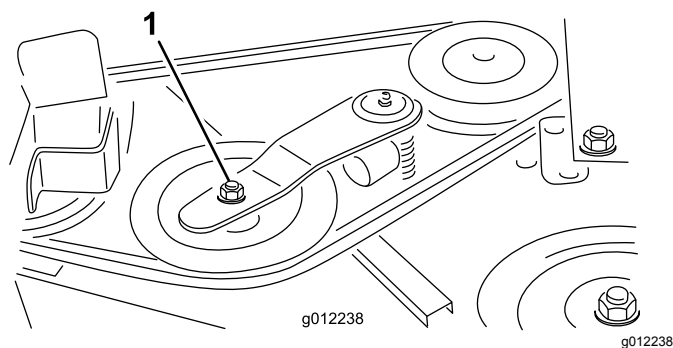
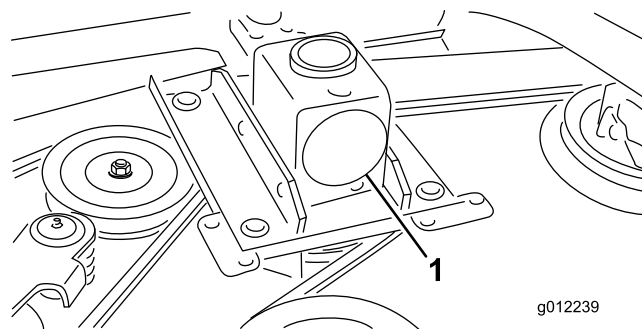

Figura 32
Figura 33
2. Utilizando uma chave de aperto ou ferramenta semelhante, afaste a polia intermédia (Figura 32) da correia da transmissão para libertar a tensão da correia e permitir que esta saia das polias da caixa de velocidades (Figura 33).